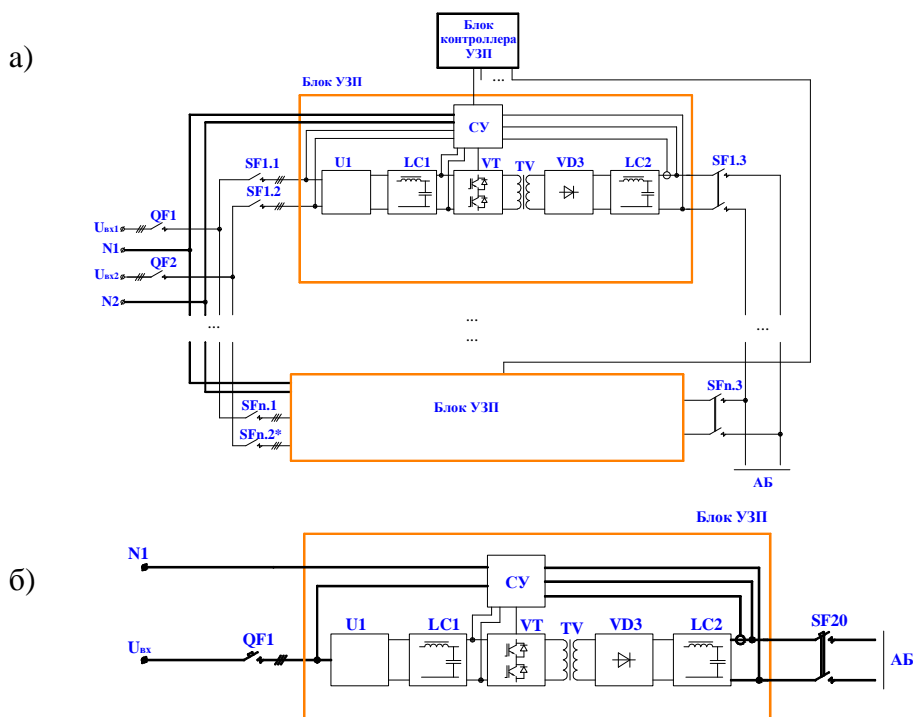

Рис.1 Упрощенная структурная схема устройства УЗП-М (а), УЗП-М-40 с одним вводом (б).
1.3.1. Устройство УЗП-М состоит из модулей-блоков БУЗП-40, которые представляют собой автономный высокочастотный инверторный преобразователь. Упрощенная структурная схема устройства УЗП-М представлена на рис.1.
Устройство УЗП-М включается в работу и отключается тумблером SA1 «Вкл. УЗП» (SA1.1 — для блока подзаряда БУЗП-40), расположенным на передней двери шкафа, и выключателями QF1, QF2 (при наличии) (рис. 1) (QF1.1, QF2.1(при наличии)—для блока подзаряда БУЗП-40).
Включение устройства УЗП-М в работу осуществляется включением выключателей QF1 и QF2 (при наличии) (рис. 1)(QF1.1, QF2.1(при наличии)—для блока подзаряда БУЗП-40) и тумблером SA1 (SA1.1 — для блока подзаряда БУЗП-40) «Вкл. УЗП».